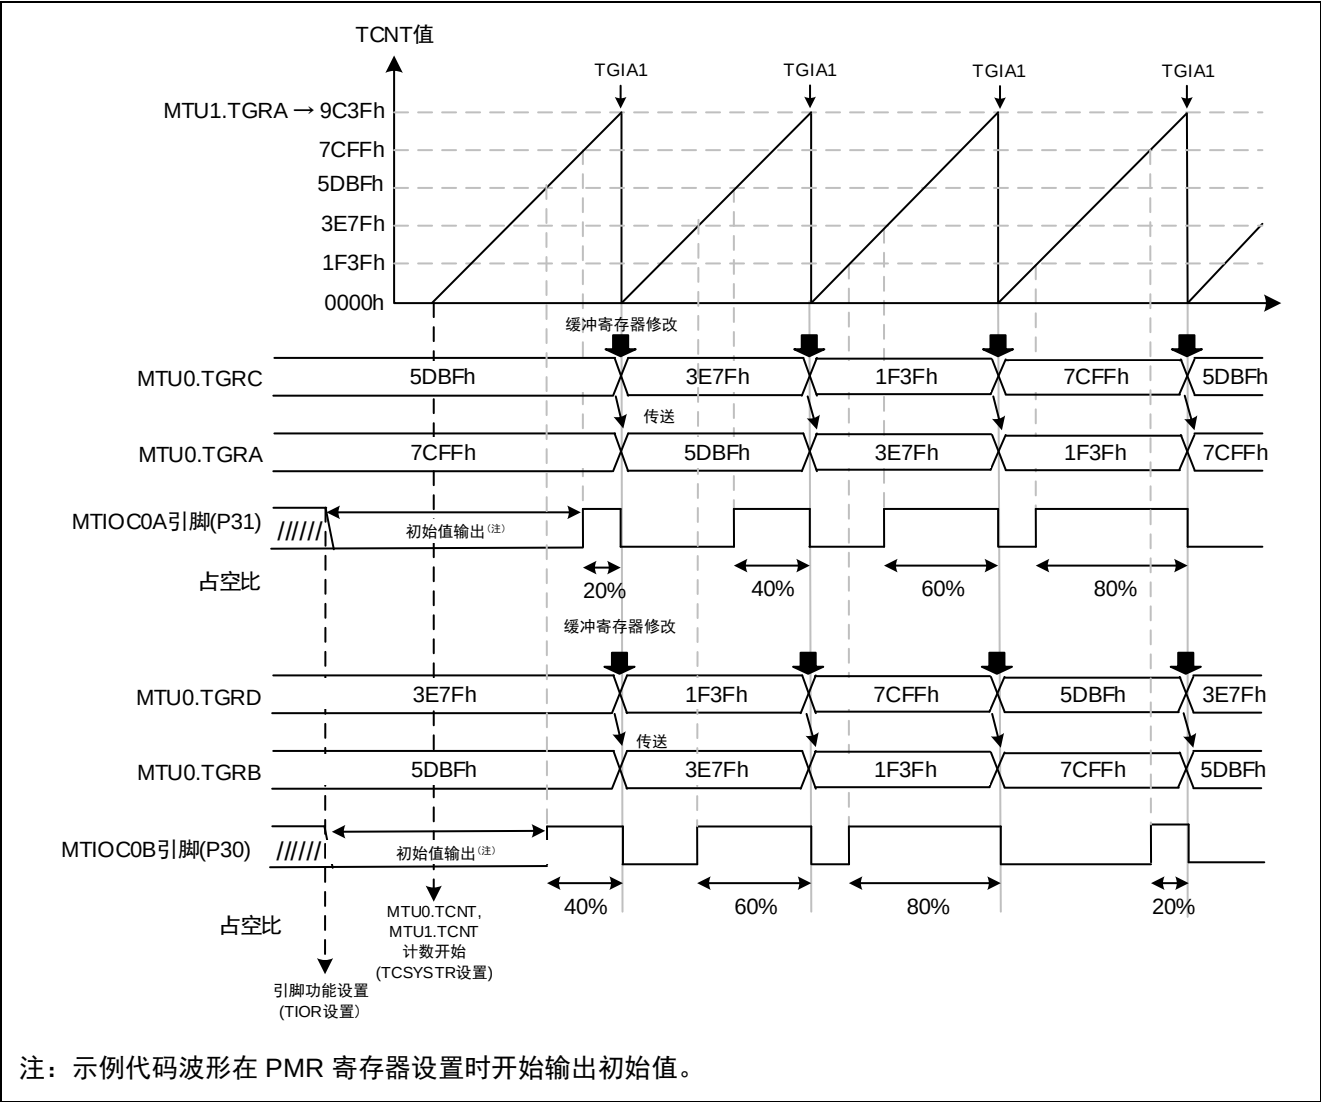

图 3.30 示例代码运行
- 关于占空比改变的时间的详细信息, 请参考图 3.30
示例代码的运行如图 3.30 所示。通过在周期寄存器 MTU1.TGRA 的比较匹配中断(TGIA1)处修改缓冲寄存器 MTU0.TGRC 和 MTU0.TGRD 的值，可以在每个周期改变占空比的设置。当发生计数器清除时，MTU0.TGRC 和 MTU0.TGRD 的值被传送到占空比寄存器 MTU0.TGRA 和 MTU0.TGRB。